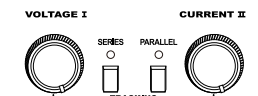

图 1
1. SERIES/PARALLEL 两个指示灯同时熄灭状态下。图1所示